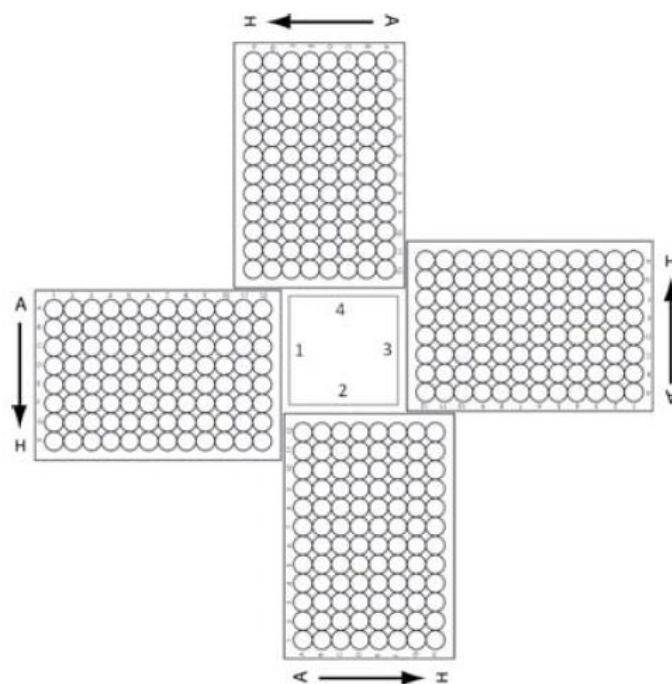

図 4 Agilent Labware MiniHub プレートの向き。ThermoScientific リザーバーの場合は、切り欠きのある角が MiniHub の中央に向くように置きます。
16. 表 19 にしたがって Labware MiniHub にプレート等をセットします。セットする際のプレートの向きは図 4 に示すとおり、A1 の位置が MiniHub に正対して手前左の位置になるようにプレートを置きます。